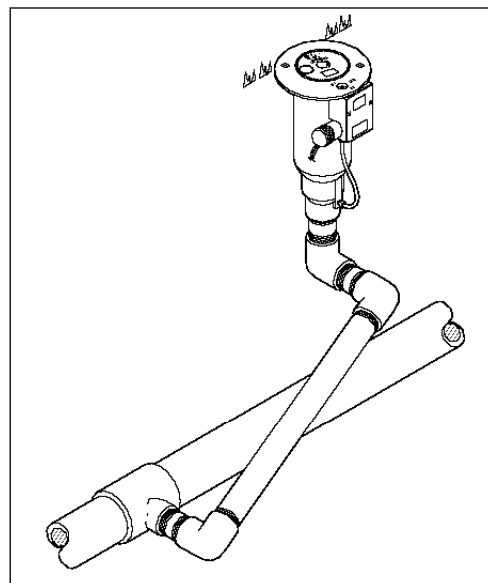

Figura 1
1. Fabrique o proporcione uniones triples con codos articulados para cada aspersor como se muestra en la **Figura 1**. Utilice un manguito de tubería roscado de PVC o ABS para cada conexión de aspersor.